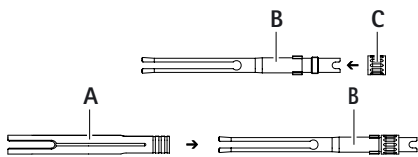

Fig. 10
- Pousser la douille extérieure **A** par l'avant sur la pince de serrage **B**, voir Fig. 10. Respecter l'orientation des fentes sur les languettes. L'extrémité cannelée de la douille de blocage doit être orientée en direction de la vis de blocage **C** pour une plus grande facilité d'utilisation.